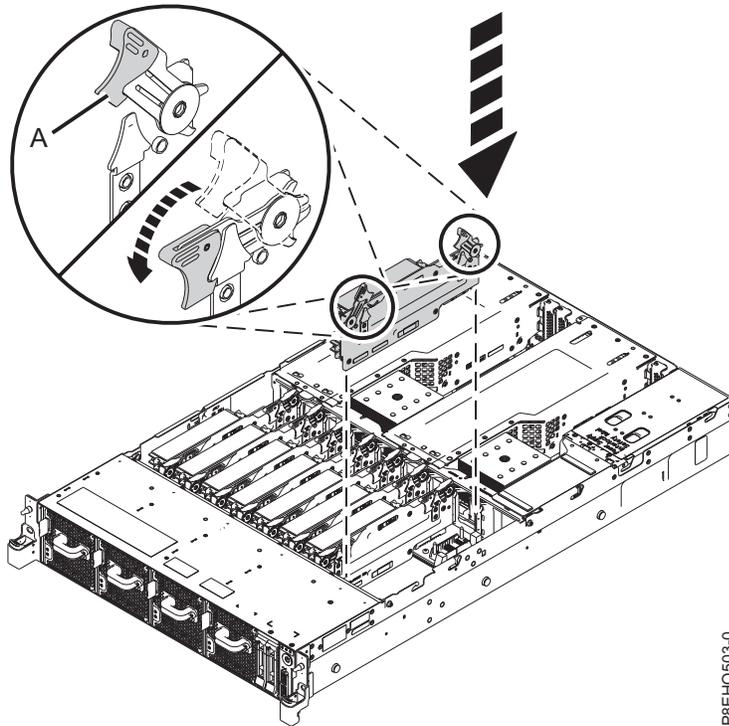

Figura 36. Substituindo um riser de memória no sistema
- a. Assegure-se de que as travas de liberação sejam abertas a cerca de um ângulo de 60 graus, conforme mostrado em Figura 36 na página 37.
- d. Pressione as travas de liberação na posição fechada. Consulte **(B)** em Figura 36 na página 37.